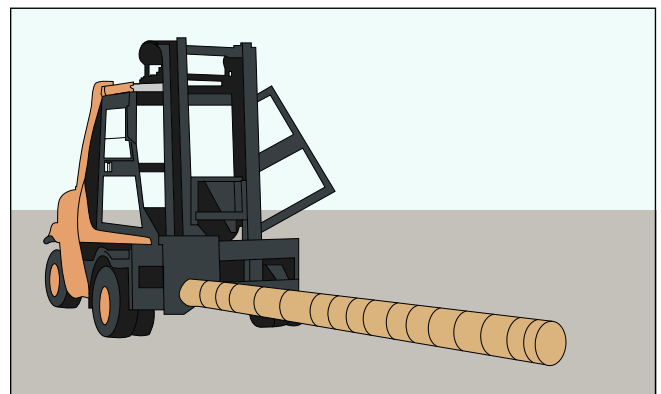

Abb. 15: Auspacken genesteter Rohre mit einem in das Rohrprofil eingeführten Rohrlanze
3. Das Auspacken genesteter Rohre erfolgt am besten an einem geeigneten Arbeitsstand und unter Verwendung eines Gabelstaplers, der mit einer mit Gummi überzogenen Rohrlanze ausgestattet ist, um Beschädigungen zu vermeiden (Abb. 15). Das Entfernen kleinerer Rohrprofile sollte durch leichtes Anheben des gepolsterten Stiffs des Gabelstaplers erfolgen, der sich im Inneren des Rohrs befindet, so dass er den Abschnitt des entfernten Rohrs stützt und dieser zusammen mit dem Rohr vorsichtig aus dem Satz entfernt werden kann, ohne andere Rohrprofile zu beschädigen.